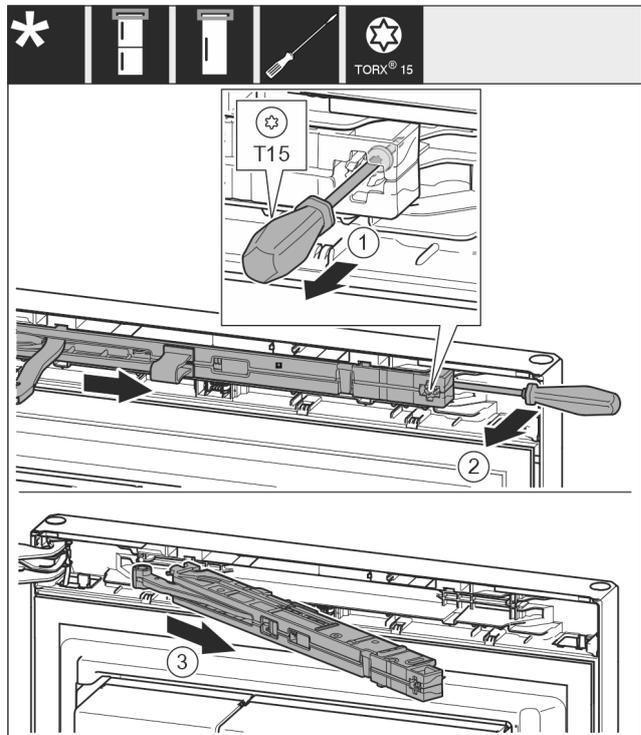

Fig. 11
- ▶ Allentare la vite Fig. 11 (1) sull'unità ammortizzatore di chiusura di 14 mm.
- ▶ Estrarre l'unità ammortizzatore di chiusura Fig. 11 (2) dal lato della maniglia facendo leva in avanti con un cacciavite.
- ▶ Estrarre l'unità ammortizzatore di chiusura Fig. 11 (3).